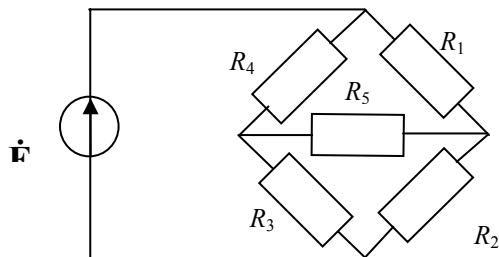

Рис. 3.16
3.2.4. Для мостовой схемы (рис. 3.16)  $E = 28 \text{ В}$ ,  $R_1 = 6 \text{ Ом}$ ,  $R_2 = 12 \text{ Ом}$ ,  $R_3 = 16 \text{ Ом}$ ,  $R_4 = 10 \text{ Ом}$ . Определить токи через  $R_5$ , если  $R_5 = 0,10 \text{ кОм}, 20 \text{ кОм}, 30 \text{ кОм}$ . Построить график зависимости при изменении  $R_5$  от 0 до 30 кОм.